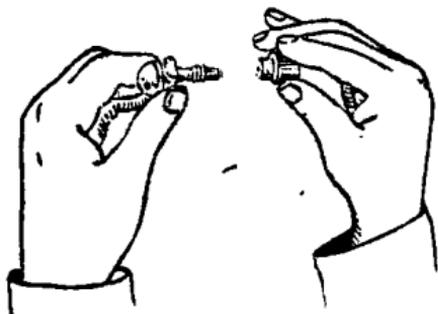

Рис. 59.
2. Отвинтить предохранительный колпачок дистанционной трубки (рис. 59).